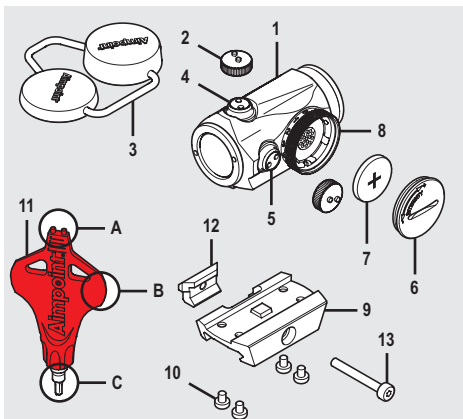

Fig. 1
- a Retirez le couvercle de la batterie (6) à l'aide de l'outil (11B).
- b Introduisez la pile (7) en orientant le pôle positif (+) vers le couvercle (6) comme illustré sur la Figure 1.